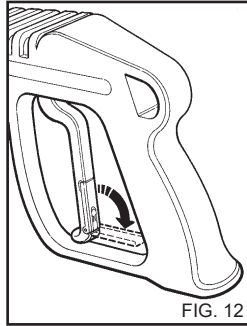

FIG. 12
- Quando l' idropulitrice non viene utilizzata chiudere il dispositivo di sicurezza dell' impugnatura (fig.12).